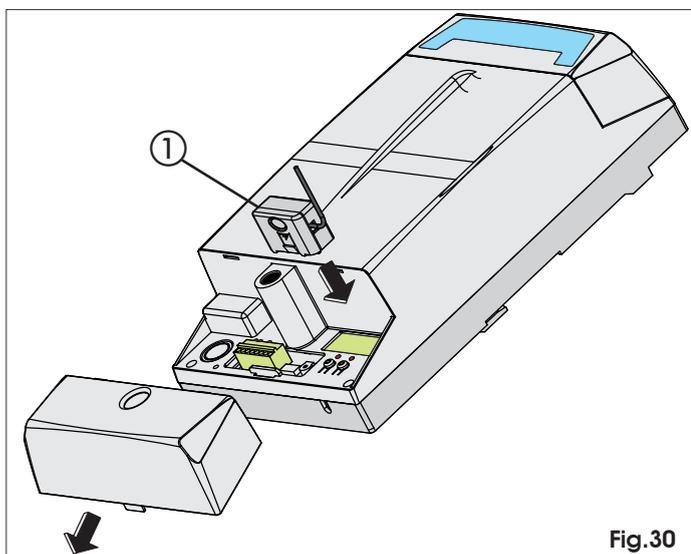

Fig.30
L'armoire électronique est munie d'un système de décodage (DS, SLH, RC) bicanal intégré appelé OMNIDEC. Ce système permet de mémoriser, par l'intermédiaire d'un module récepteur supplémentaire (Fig. 30 ref. ①) et de radiocommandes de la même fréquence, tant l'ouverture totale (OPEN A) que l'ouverture partielle (OPEN B) de l'automatisme.